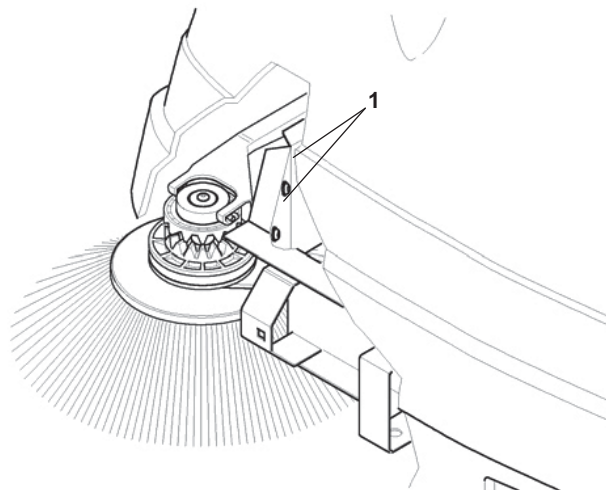

Fig. 6/A
Regulering av sidekosten gjøres ved å løsne skruene i pos. 1 Fig. 6/A og plassere kosten manuelt langs åpningene i ønsket høyde. Når du har bestemt høyden blokkerer du de to skruene.